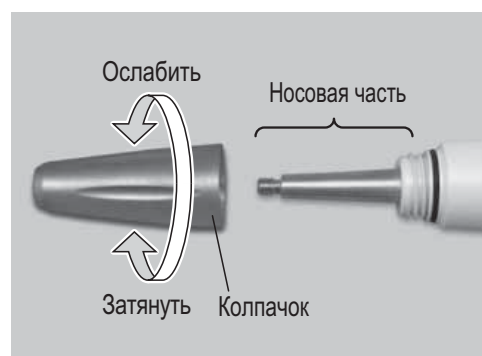

Рис.26
- 2) Щеточкой удалите грязь из носовой части наконечника (не используйте металлическую щетку), затем протрите поверхность спиртовой салфеткой (Рис.26).